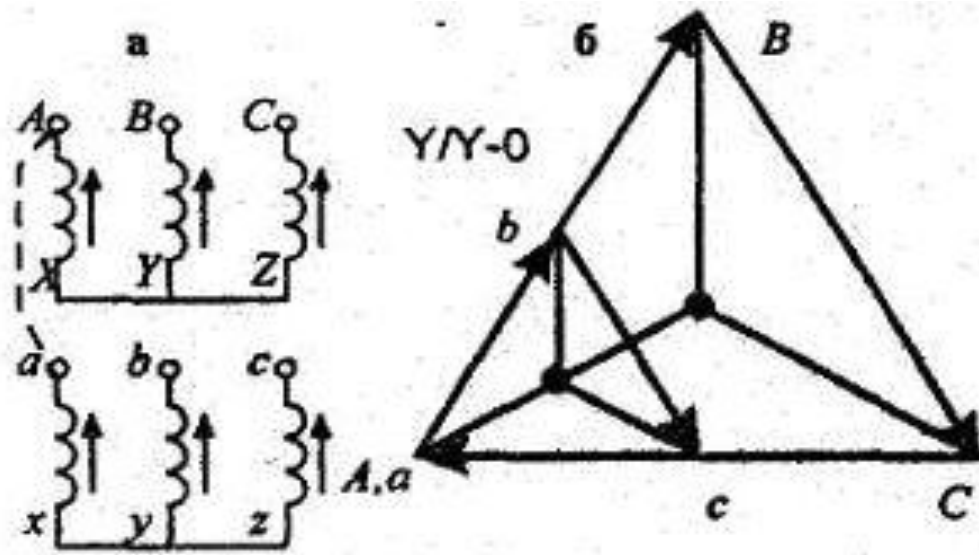
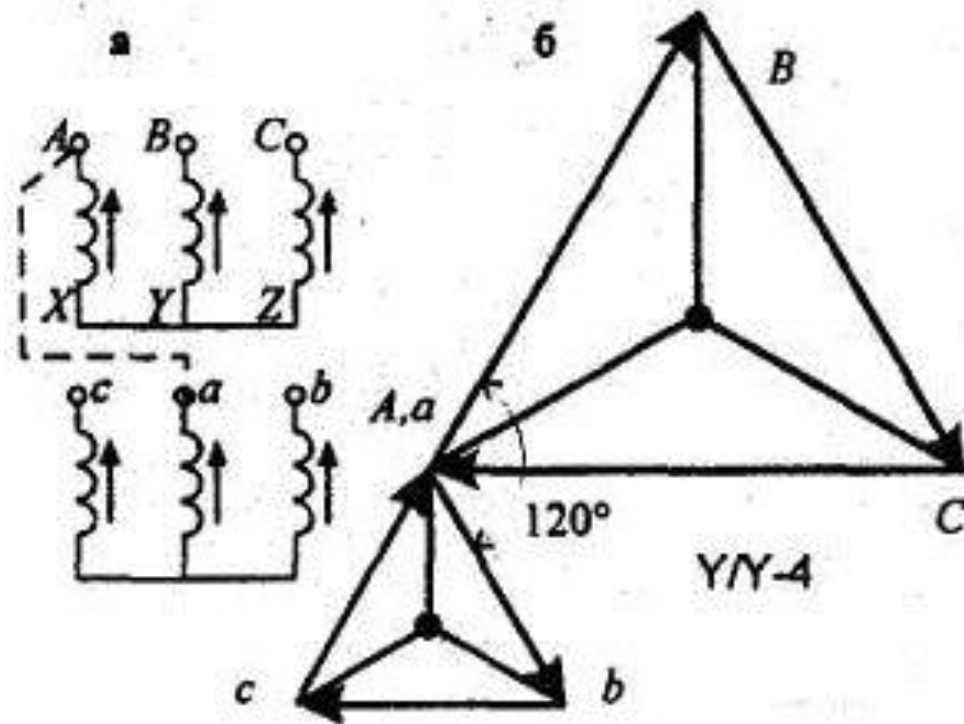

Рис. 4
Рис. 6
- Например, обмотки трансформатора соединены по схеме Y/Y (рис. 4).
- Для маркировки на рис. 4а, ЭДС соответствующих фаз первичной и вторичной обмоток совпадают, поэтому будут совпадать линейные и фазные напряжения первичной и вторичной обмоток (рис. 4, б). Схема имеет группу $Y/Y - 0$.
- На рис. 6 представлена схема, в которой по сравнению со схемой рис. 4 выполнена круговая перемаркировка зажимов вторичной обмотки ($a \rightarrow b$, $b \rightarrow c$, $c \rightarrow a$).